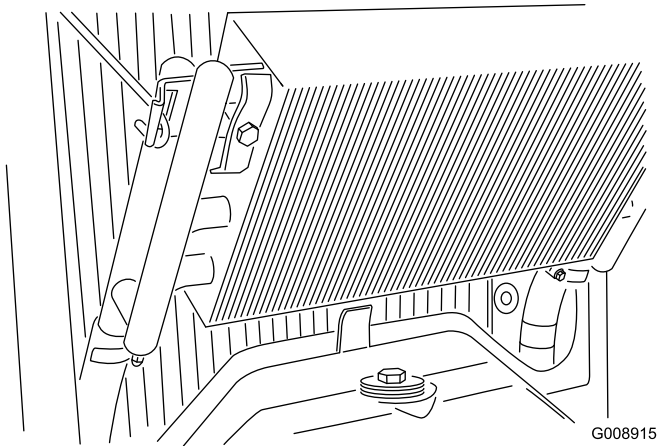

Figura 53
3. Desenganche el enfriador y gírelo hacia atrás (Figura 53). Limpie a fondo ambos lados del enfriador de aceite y la zona del radiador con agua o aire comprimido. Gire el enfriador a su posición inicial.